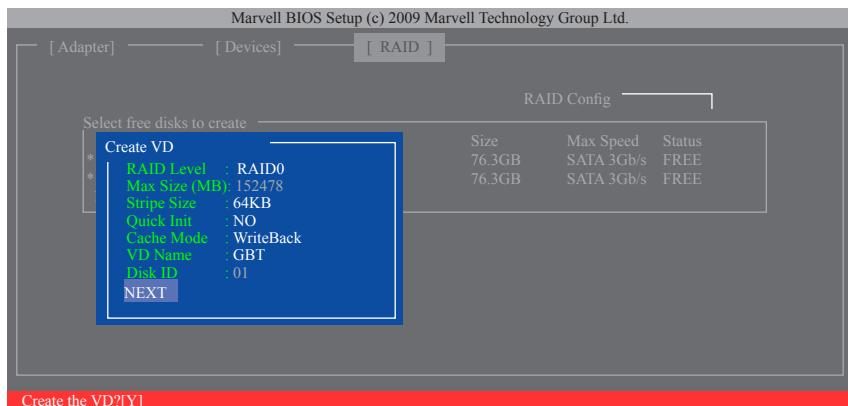

図 8
6. **NEXT:** 上の設定を完了した後、**NEXT**に移動して<Enter>を押しアレイの作成を開始します。確認を求められたら、<Y>を押して確認するか <N> を押してキャンセルします(図 8)。